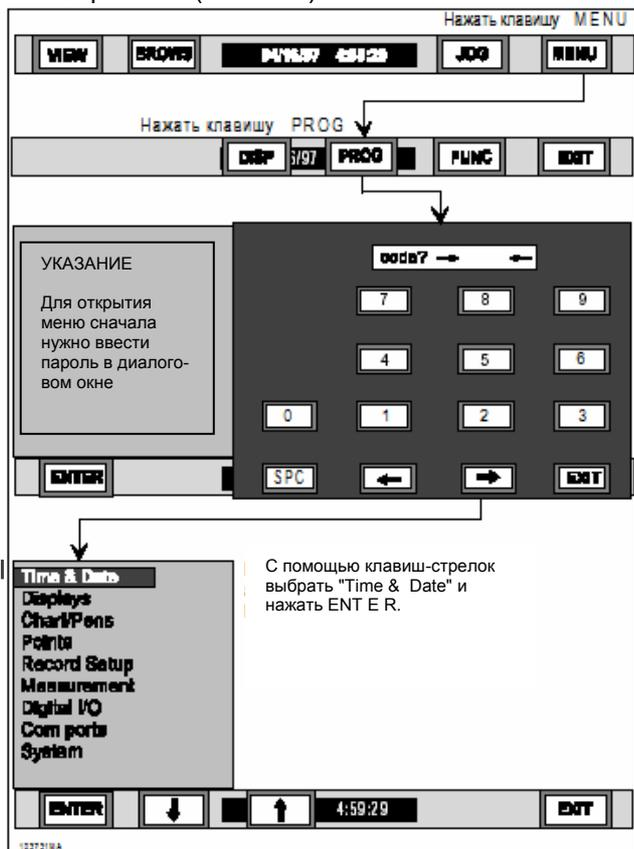

Рис. 4-4 Диаграмма процесса вызова меню параметрирования
4.2.5 Процессы параметрирования. На представленной на рис. 4-3 диаграмме процесса режима параметрирования даны подробные объяснения по каждому пункту меню. К тому же установка каждого параметра описана пошагово. Соблюдать следующие указания для выполнения меню параметрирования. Рис. 4-4 показывает возможности выбора.